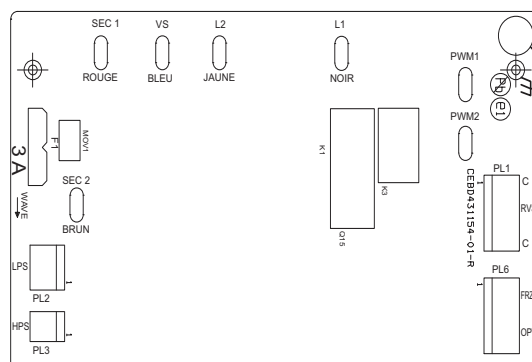

Figure 22 - Emplacements de L1, L2, VS, SEC 1 et SEC 2 sur le panneau du module de protection de l’appareil
•**ABSENCE DE TENSION DE 230 V AU CONTACTEUR DE COMPRESSEUR** : Si la tension du compresseur n’est pas détectée quand il devrait se mettre en marche, le contacteur concerné peut être coincé en position ouverte ou il peut y avoir un problème de câblage. Le panneau de commande fait clignoter le code d’anomalie adéquat. Vérifiez le câblage du contacteur et du boîtier de commande. Reportez-vous au tableau 7 et à la figure 22.